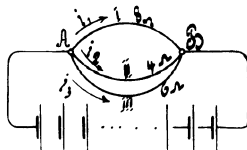

Fig. 10.
79. Zwischen den beiden Punkten A und B (Fig. 10) herrscht ein Spannungsunterschied von 24 [15] (0,3) V. Der Widerstand des Zweiges I beträgt 8 [7,5] (0,2) Ω , der des Zweiges II 4 [3] (0,1) Ω und der des Zweiges III 6 [1,5] (0,08) Ω . Gesucht wird: